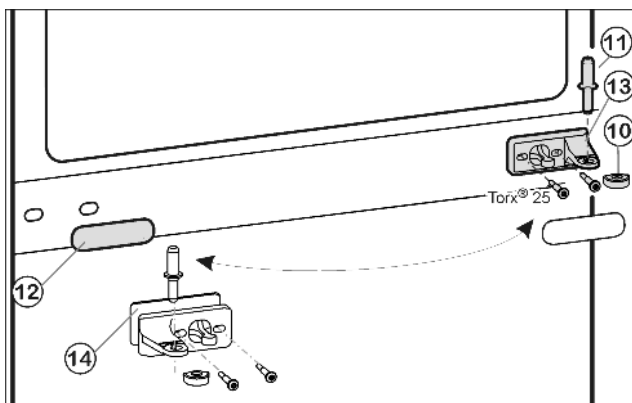
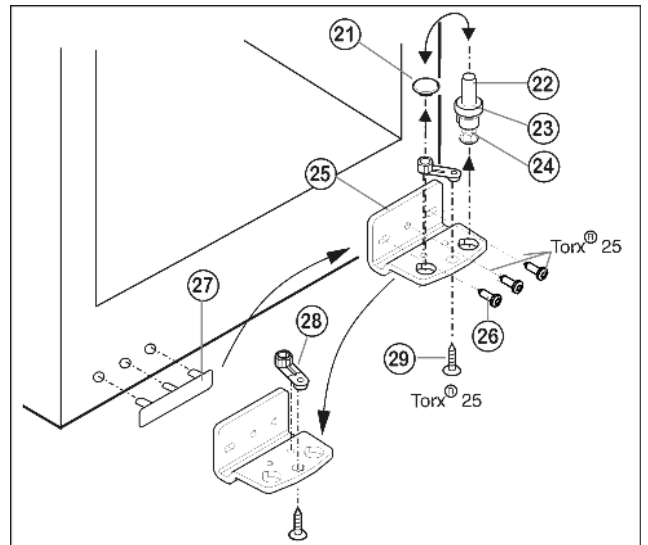

Fig. 7
Fig. 8
- ▶ Витягніть середній опорний гвинт Fig. 7 (11) з опорного кронштейна та нижніх дверцят.
- ▶ Зніміть пластмасовий ковпачок Fig. 7 (10).
- ▶ Викрутіть Fig. 7 (13) опорний кронштейн посередині (2 шт. Torx® 25).
- ▶ Обережно зніміть покриття Fig. 7 (12).
- ▶ Прикрутіть Fig. 7 (13) середній опорний кронштейн із підкладкою Fig. 7 (14), на новий бік шарніра, повернувши на 180° (з моментом 4 Нм).
- ▶ Зафіксуйте покриття Fig. 7 (12) на новому боці розташування ручок, повернувши на 180°.
- ▶ Зніміть, потягнувши догори, опорний гвинт Fig. 8 (22) у комплекті, разом з шайбою Fig. 8 (23) та установочною ніжкою Fig. 8 (24).
- ▶ Зніміть Fig. 8 (21) пробку.
- ▶ Відгвинтіть Fig. 8 (26) опорний кронштейн Fig. 8 (25).
- ▶ Відкрутіть Fig. 8 (29) опорну деталь Fig. 8 (28) і вставте в протилежний отвір опорного кронштейну, знову пригвинтіть.
- ▶ Обережно зніміть кришку з боку ручки Fig. 8 (27) і переставте на протилежний бік.
- ▶ Пригвинтіть опорний кронштейн Fig. 8 (25) на новий бік шарніра (з моментом 4 Нм). За потреби використовуйте викрутку з акумулятором.
- ▶ Знову вставте пробку Fig. 8 (21) в отвір, що залишився вільним.
- ▶ Встановіть на місце опорний гвинт Fig. 8 (22) у комплекті, разом з шайбою та установочною ніжкою. При цьому виступ фіксатора повинен бути спрямований назад.
- ▶ Встановіть дверцята згори на нижній опорний гвинт Fig. 8 (22).
- ▶ Знову встановіть пластмасовий ковпачок Fig. 7 (10) на середній кронштейн Fig. 7 (13).
- ▶ Встановіть середній опорний гвинт Fig. 7 (11) на новий бік шарніра за допомогою середнього опорного кронштейна Fig. 7 (13) в нижні дверцята.
- ▶ Встановіть верхні дверцята на середній опорний гвинт Fig. 7 (11).
- ▶ У разі необхідності за допомогою двох довгастих отворів на опорному кронштейні знизу Fig. 8 (25) та середньому опорному кронштейні Fig. 7 (13) встановіть дверцята на одній осі з корпусом. Для цього викрутіть середній гвинт на нижньому опорному кронштейні Fig. 8 (25).